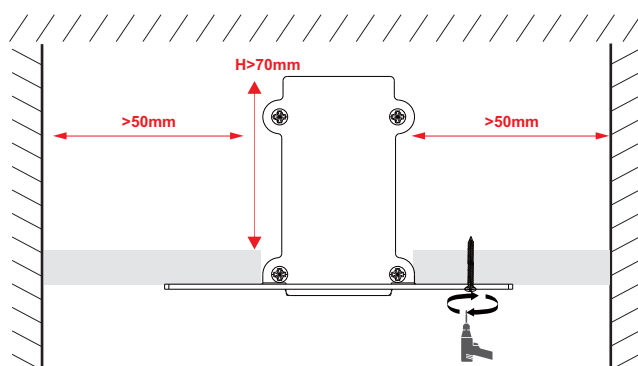

Figure 17
2. Poussez le LAA-REC-TR01 dans la surface de fixation jusqu'à ce qu'il soit fixé. Fixez le rail en appliquant des vis sur les barres et éliminez l'écart potentiel. Assurez-vous que le dégagement du rail est d'une hauteur $> 70\text{mm}$ et d'une largeur $> 50\text{mm}$ (Figure 17).